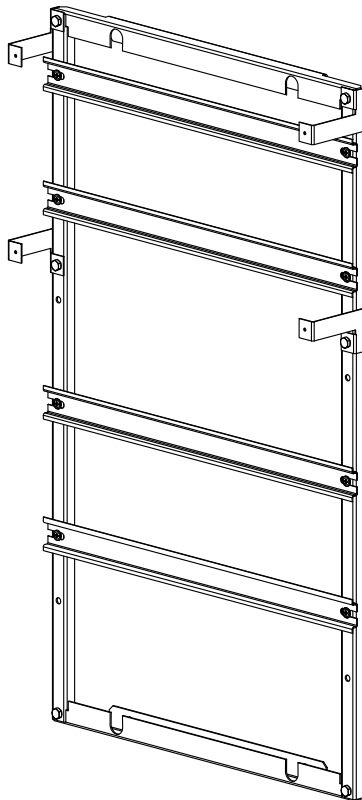

Рисунок 2
2.2 С помощью винтов самонарезающих М4х13 закрепите на раме две (снизу и сверху) Т-образные направляющие ТН35-7,5 – для ЩЭ-2, или четыре – для ЩЭ-3,-4 (рисунок 2).